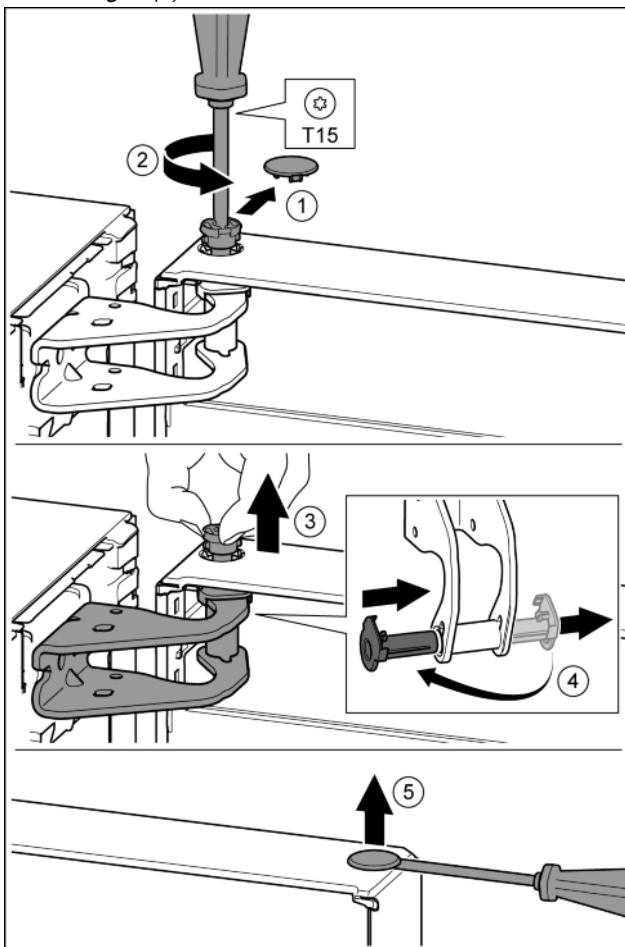

Fig. 8
- ▶ Uzmanīgi noņemiet aiztura pārsegu. Fig. 8 (1)
- ▶ Ar skrūvgriezi T15 mazliet izskrūvējiet tapu. Fig. 8 (2)
- ▶ Noturiet durvis un izskrūvējiet tapu ar pirkstiem. Fig. 8 (3)
- ▶ Izvelciet gultņa ieliktni no vadīklas. Ievietojiet un nofiksējiet no otras puses. Fig. 8 (4)
- ▶ Uzmanīgi ar plakano skrūvgriezi paceliet un izvelciet ārā aizbāzni no durvju gultņa ieliktna. Fig. 8 (5)